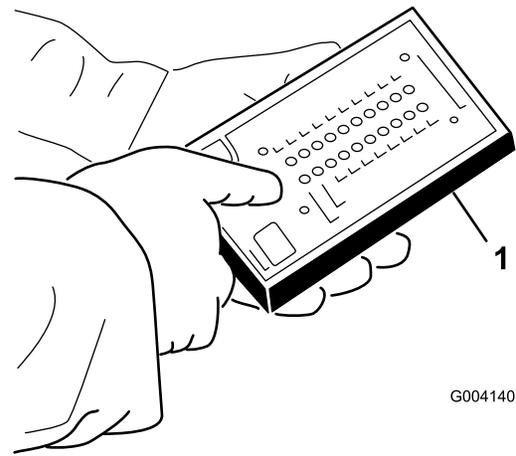

图 38
5. 将 ACE 故障诊断器 接头连接至线束接头 (图 38)。